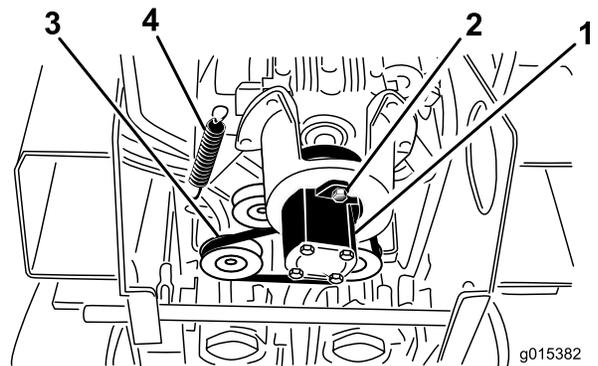

Рисунок 50
5. Ослабьте 2 болта насоса (Рисунок 50).
6. Поверните насос против часовой стрелки и дайте ему выпасть из шкива (Рисунок 50).
7. Используя съемник пружины (обратитесь в сервисный центр официального дилера) или жесткий металлический крючок, снимите конец пружины натяжного ролика с болта пружины, чтобы снять натяжение ремня (Рисунок 50).